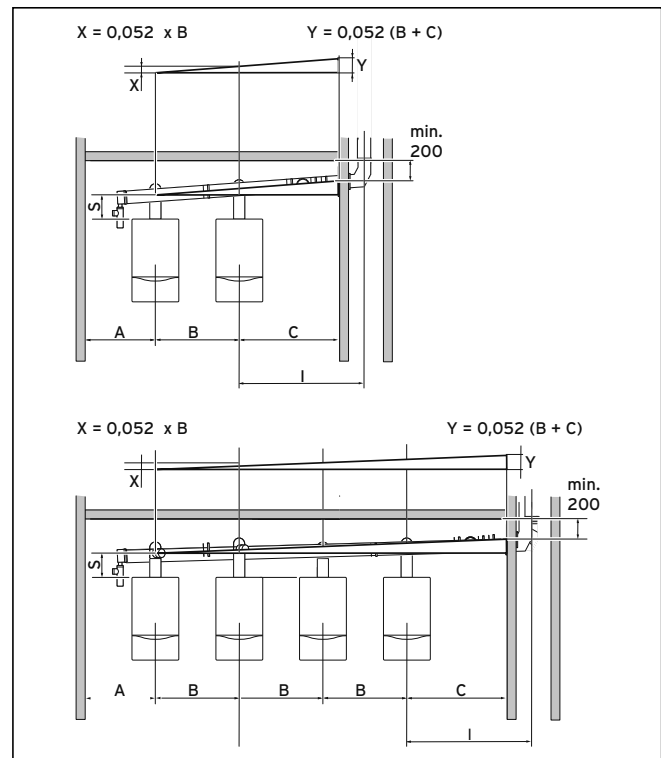

Abb. 4.2 Abmessungen im Aufstellraum von Gas-Wandheizgeräten mit Brennwerttechnik
- Die Abgasleitung muss mit mindestens 3° Steigung (5 cm/m) zum Schacht hin verlegt werden, damit das Kondenswasser abfließen kann. Wie Sie die Maße X und Y ermitteln, zeigt die Abbildung 4.2.